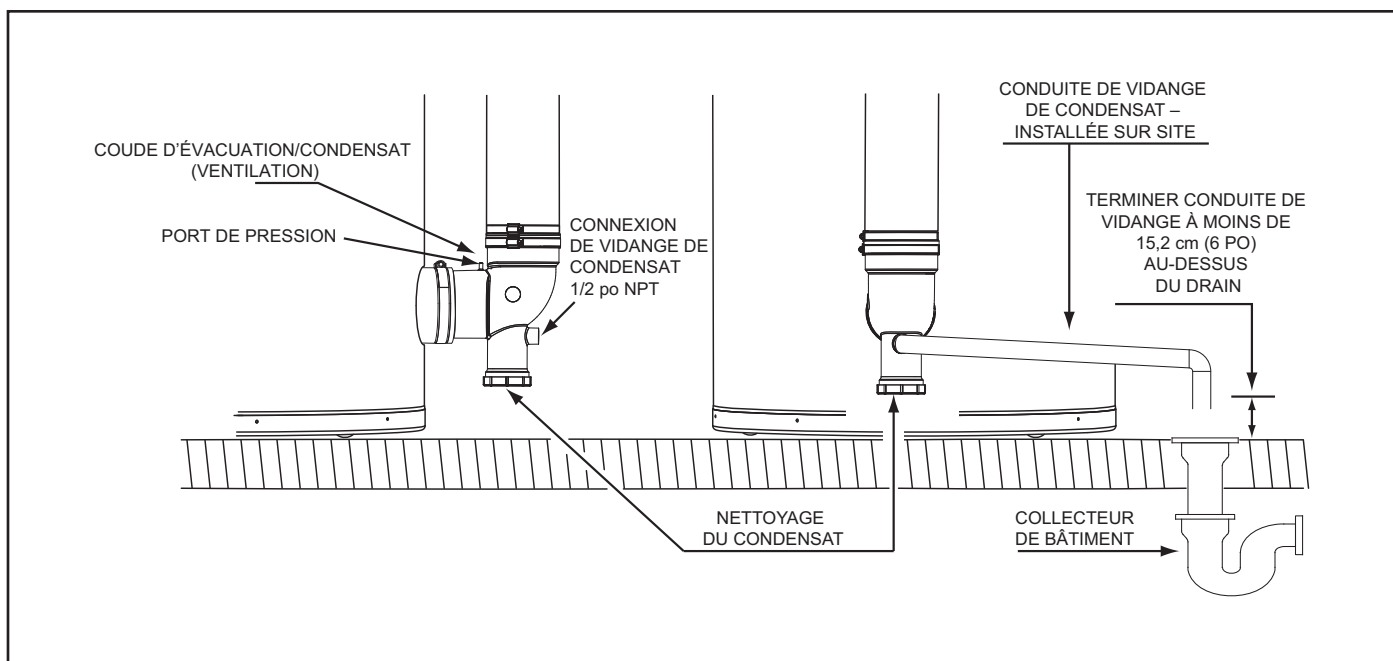

Figure 50
2. Installer une conduite de vidange de condensat de 1/2 po en PVC entre la connexion de vidange de condensat sur le coude d'évacuation/condensat et un collecteur de bâtiment adéquat, voir la Figure 50.
3. Terminer la tuyauterie de vidange de condensat à l'aide d'un coude au-dessus de la vidange. S'assurer que toute décharge sort de la conduite de vidange de condensat à moins de 15,2 cm (6 po) au-dessus d'un collecteur de bâtiment adéquat, ou externe au bâtiment, voir la Figure 50.
4. S'assurer que la conduite de vidange de condensat n'est pas élevée au-dessus de la connexion de vidange de condensat sur le coude d'évacuation/condensat, voir la Figure 50.